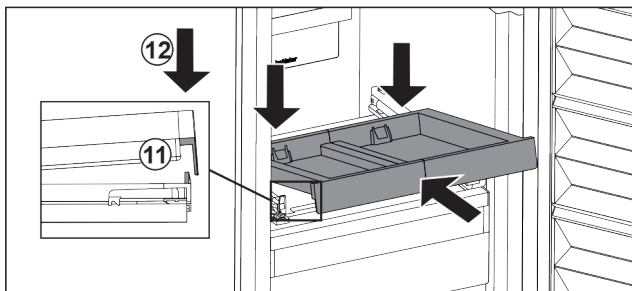

Fig. 98
- ▶ Zasuňte ju šikmo. Dbajte na to, aby sa na oboch stranách doraz nachádzal za sponou. Fig. 98 (11)
- ▶ Zložte vyťahovaciu poličku vpred. Fig. 98 (12)